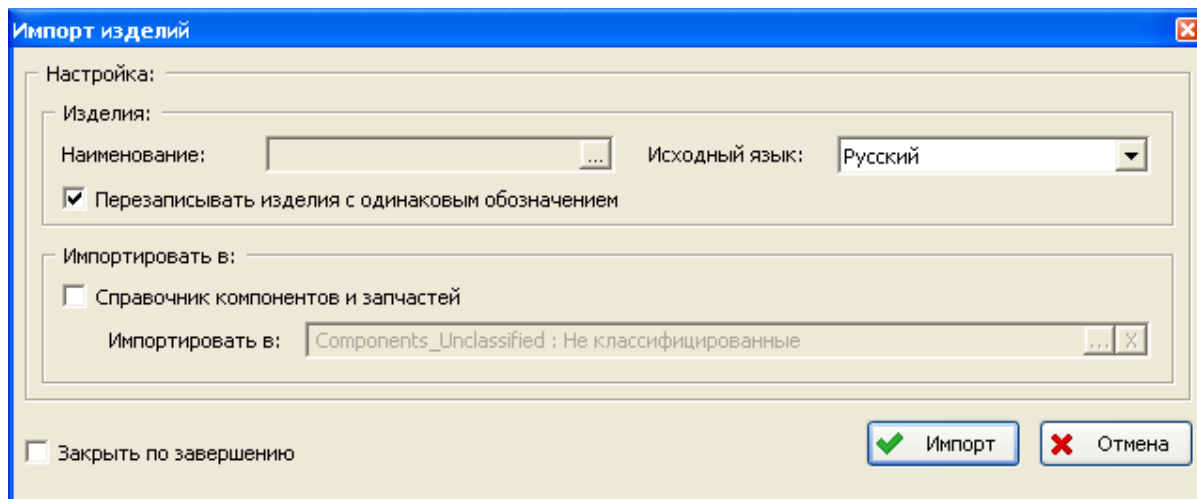

Рис. 4-56
2. В появившемся окне **Импорт изделий** (рис. 4-56):